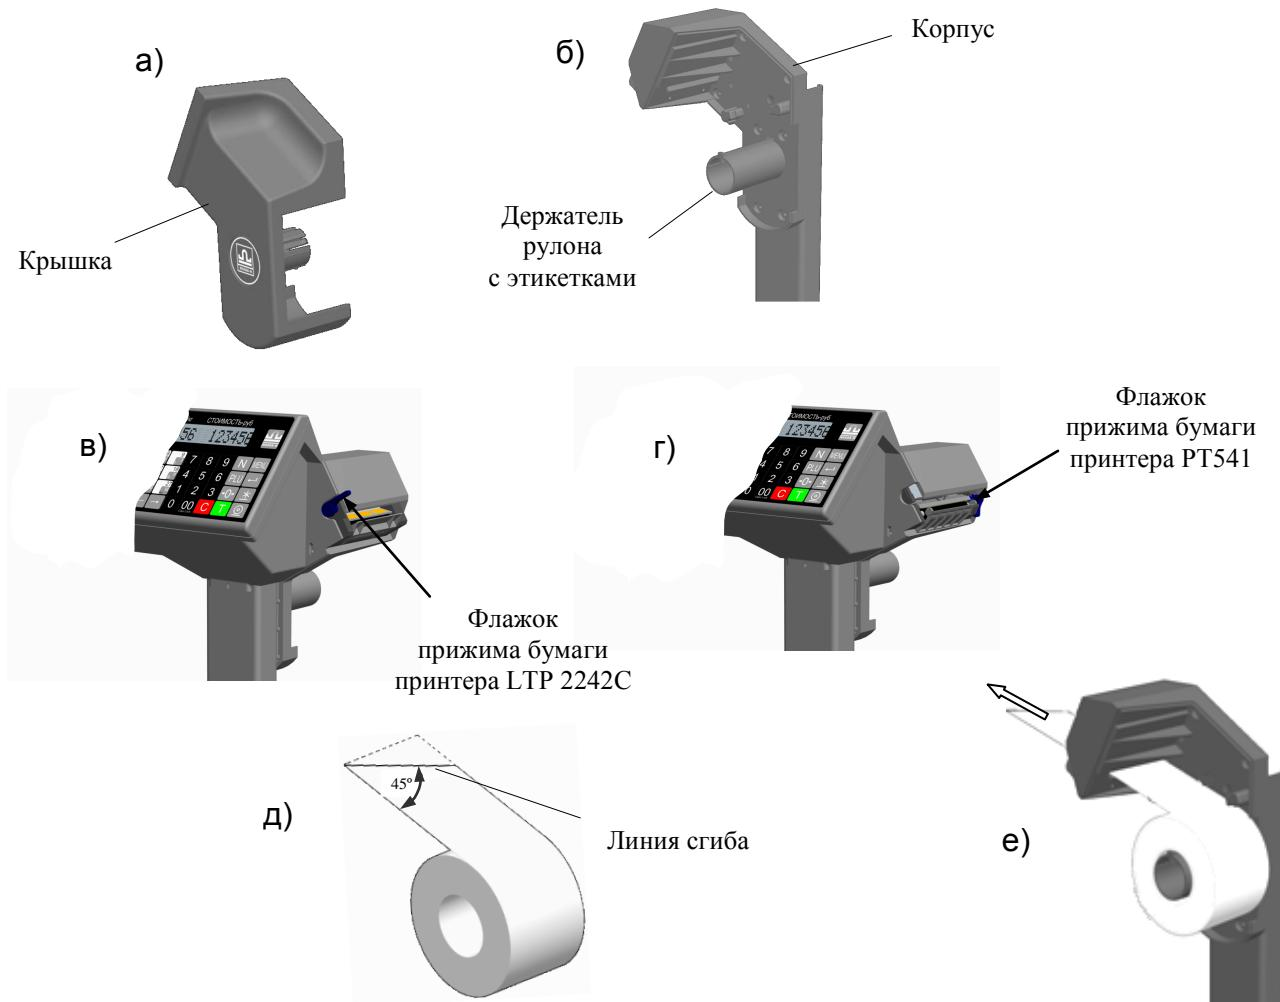

Рис. 6. Установка рулона с этикетками
- Легким рывком снять крышку печатающего устройства (Рис. 6 а);
- Поднять флагок прижима бумаги и (Рис. 6 в, г);
- Плотно согнуть конец бумажной ленты под углом 45° (см. Рис. 6 д).
- Надеть рулон на держатель. Протянуть конец ленты рулона через принтер в направлении указанном стрелкой (Рис. 6 е).